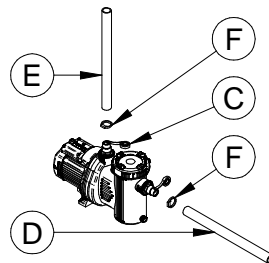

Fig. 204
28. Omwikkel de zittingen (Fig. 204, # C; *hydraulische componenten*) met de geleverde teflontape en om de afdichting van de slang op de zitting (*hydraulische componenten*) te garanderen.
29. Sluit de aanzuigslang (*hydraulisch component*) aan op de zitting IN (Fig. 204, # E) en de terugvoerslang aan op de zitting OUT (Fig. 204, # F). Zet de slangen (*hydraulische componenten*) met klemringen vast (Fig. 204, # F).